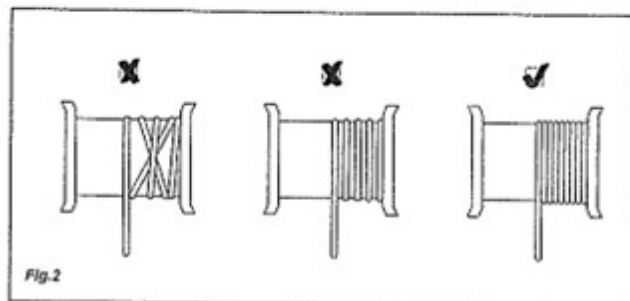

Fig. 2
12. Przed użyciem wciągnika należy upewnić się, że stalowa lina jest prawidłowo nawinięta wokół bębna linowego przy kącie nachylenia równym średnicy stalowej liny. (Patrz Rys. 2).
13. Należy sprawdzić, czy ładunek jest prawidłowo zamocowany do haka (7) lub koła pasowego. Operator powinien zawsze zachować pewną odległość od ładunku i stalowej liny (6).